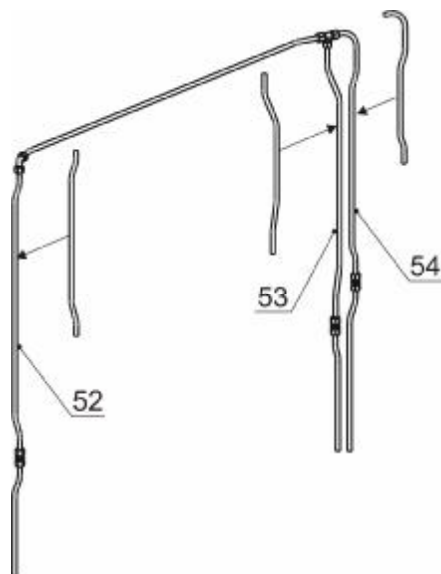

Рисунок 9
6.4 Соединить гидравлические трассы в левой и правой стойках трубопроводом, проходящим в верхней поперечной балке. В зависимости от высоты подъемника гидросистема собирается с короткими либо длинными трубками 52, 53, 54 (рисунок 9). При затяжке гаек не допускать скручивания трубопроводов.